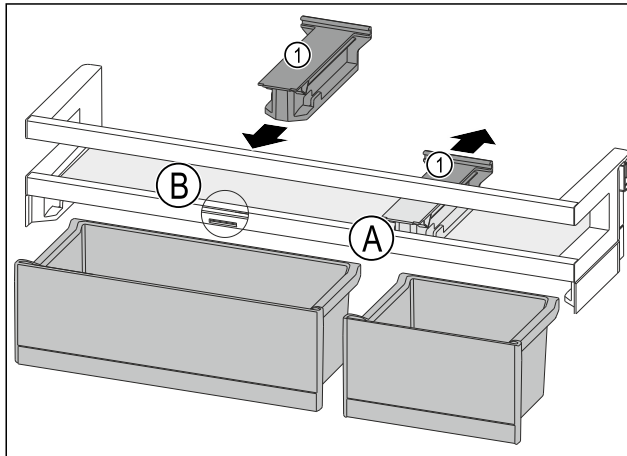

Fig. 164
- ▶ Halteteil Fig. 164 (1) in Position Fig. 164 (A) nach hinten abziehen.
- ▶ Halteteil Fig. 164 (1) in Position Fig. 164 (B) einsetzen.